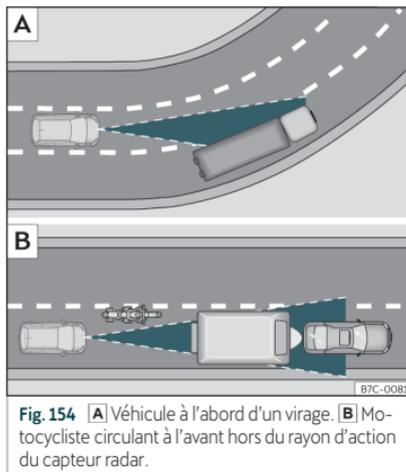

Fig. 154 **A** Véhicule à l'abord d'un virage. **B** Motocycliste circulant à l'avant hors du rayon d'action du capteur radar.
L'ACC pourrait ne pas détecter dans un virage le véhicule précédent, ou pourrait régler la distance par rapport à des véhicules qui se trouvent sur d'autres voie»» fig. 154 [A].
- Véhicules circulant de manière non alignée ou en dehors de la zone de détection du capteur, par exemple, des motos.»» fig. 154 [B]